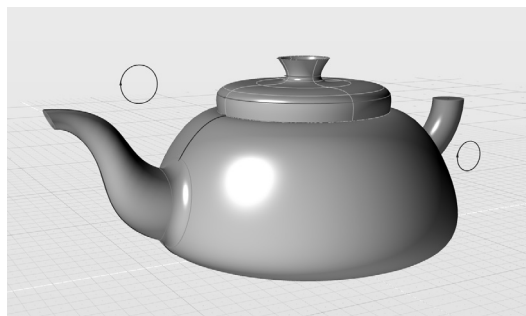

图 5-63 创建蒙皮曲面
5) 激活“蒙皮”工具,依次选择提取曲线#1,以及 3 条复制曲线,获得蒙皮结果如图 5-63 所示。